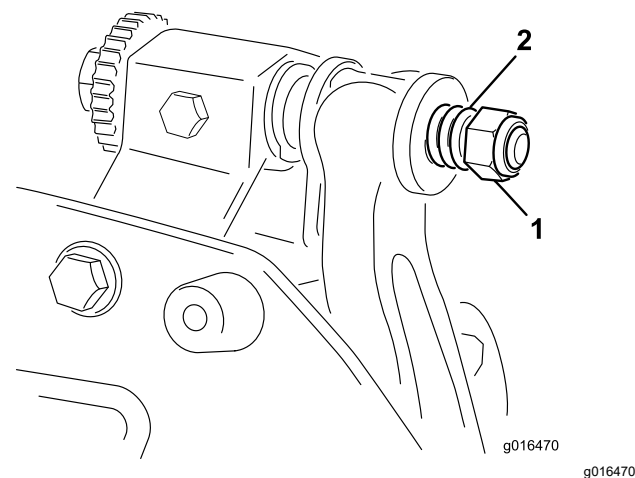

Figure 22
- 6. Serrez l'écrou de tension du ressort jusqu'à ce que les spires soient jointives, puis desserrez-le de 1/2 tour (Figure 22).